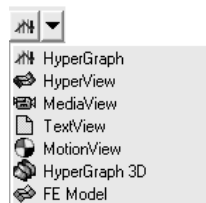

图 13-96 选择 TextView 程序
- (1) 单击 Page Layout () 按钮选择两窗口布局 。
- (2) 激活第二窗口。
- (3) 从应用程序菜单 () 中选择 TextView，如图 13-96 所示。
- (4) 在文本编辑器中输入下述内容。